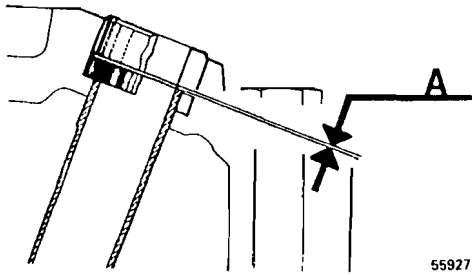

Fig. 88
- 18 La cota (A) entre el anillo de acero y el manguito de cobre ha de ser de 0,5 mm, véase la fig. 88. Controlar con una galga doblada.